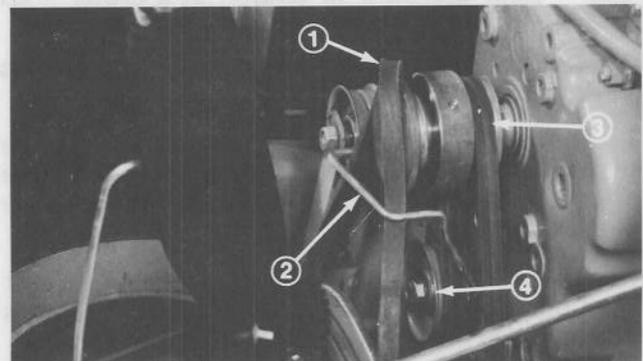

Figure 38
4. Enlevez la ou les courroie(s) défectueuse(s), puis installez la ou les nouvelles courroie(s). Assurez-vous que la courroie de tarière est installée à l'intérieur du guide-courroie (Fig. 38). La courroie de commande de traction doit être installée contre le côté intérieur de la poulie de renvoi (Fig. 38).
8. Débranchez le câble à haute tension de la bougie et enlevez la garde de la courroie. Desserrez la vis à tête et l'écrou de fixation de la poulie de renvoi et glissez la poulie un peu plus contre la courroie (Fig. 38). Ne poussez la poulie que suffisamment pour éliminer le jeu dans la courroie, afin que la courroie ne se trouve pas ensuite trop tendue.